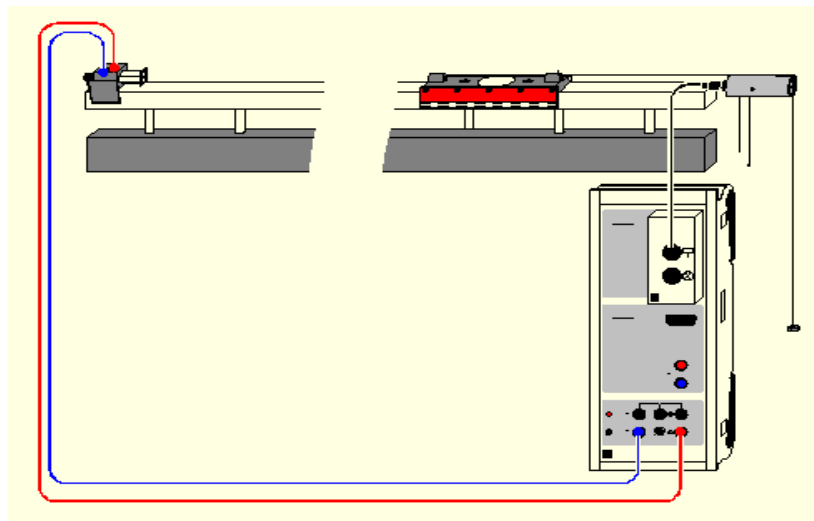

Figura 1 Fuente: LD Didactic
Para ensamblar el montaje deberá realizar los siguientes pasos con ayuda de la figura 1 y así poder empezar a desarrollar la práctica:
2. Ubicar el sensor polea al final del carril como se muestra en la figura 1
7. Los cables de 100 cm rojo y azul se deben conectar al electroimán como indica la figura 1.
8. Conectar adecuadamente el cable de 6 polos a la caja BMW como lo muestra la figura 1.